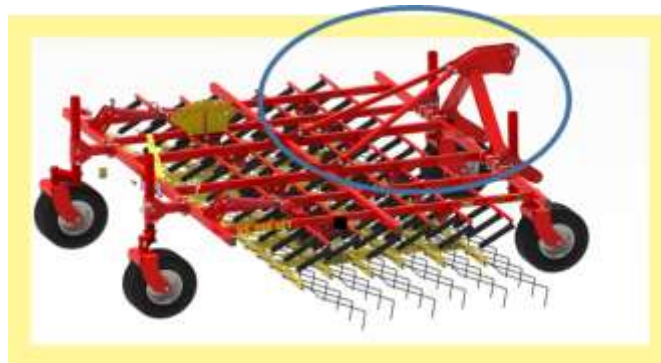

Рис. 14: Монтаж навесного кронштейна и раскосов
- 7) Навесной кронштейн и раскосы теперь должны быть смонтированы в задней части переменной сетчатой бороны, как показано на Рис. 14. Моменты затяжки: